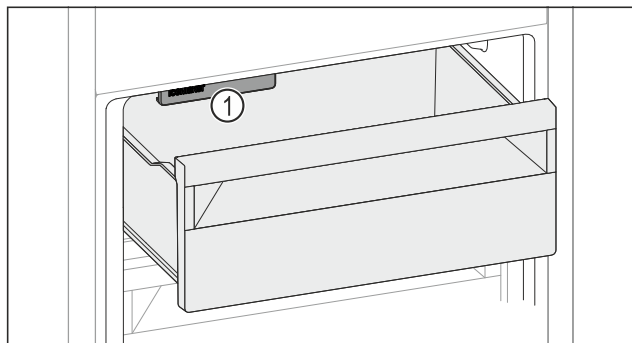

Fig. 155
- Dávejte pozor na IceMaker Fig. 155 (1).